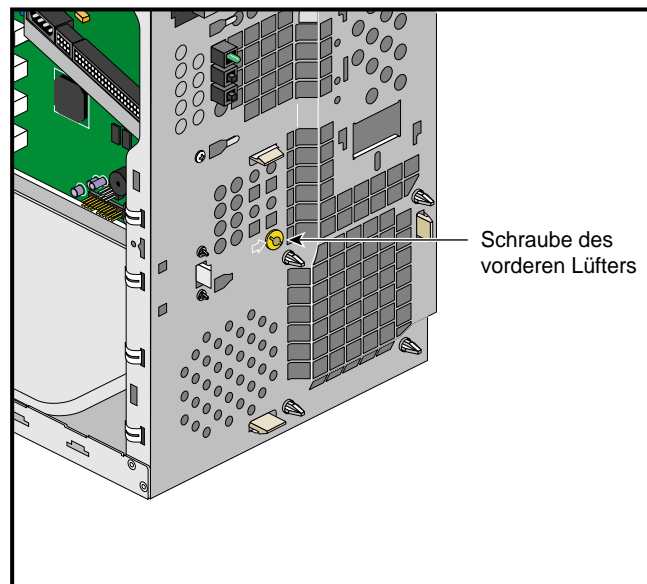

Abbildung 2-20 Lösen der Schraube und der Löseclips des vorderen Lüfters
4. Lösen Sie die Schraube des vorderen Lüfters von der Frontabdeckung. Abbildung 2-20 zeigt die Lage der Schraube.